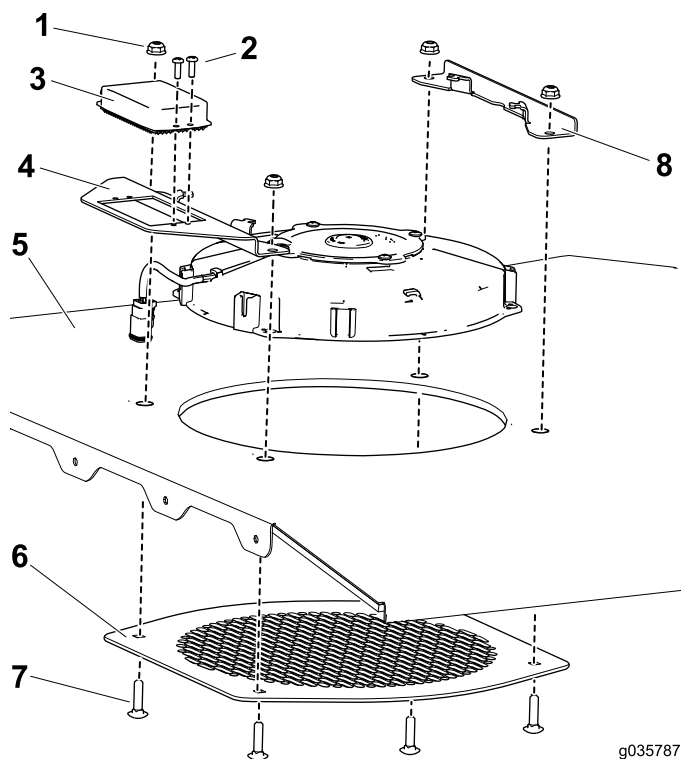

Figura 2
1. Utilizzate le 2 viti (n. 8 x 3/8") per fissare il pacchetto resistenza al supporto della ventola (Figura 2).
- Utilizzate i 4 bulloni (1/4" x 1") e 4 dadi per fissare la ventola, la griglia della ventola, la staffa della ventola e la staffa di montaggio alla piastra del soffitto (Figura 2).